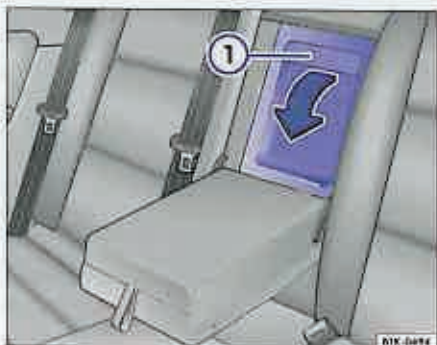

Fig. 74 În spătarul banchetei din spate: Deschiderea spațiului de încărcare.
– Trageți tasta de deblocare ⇒ fig. 74 ① și rabateți capacul spațiului de încărcare total către în față. ▶